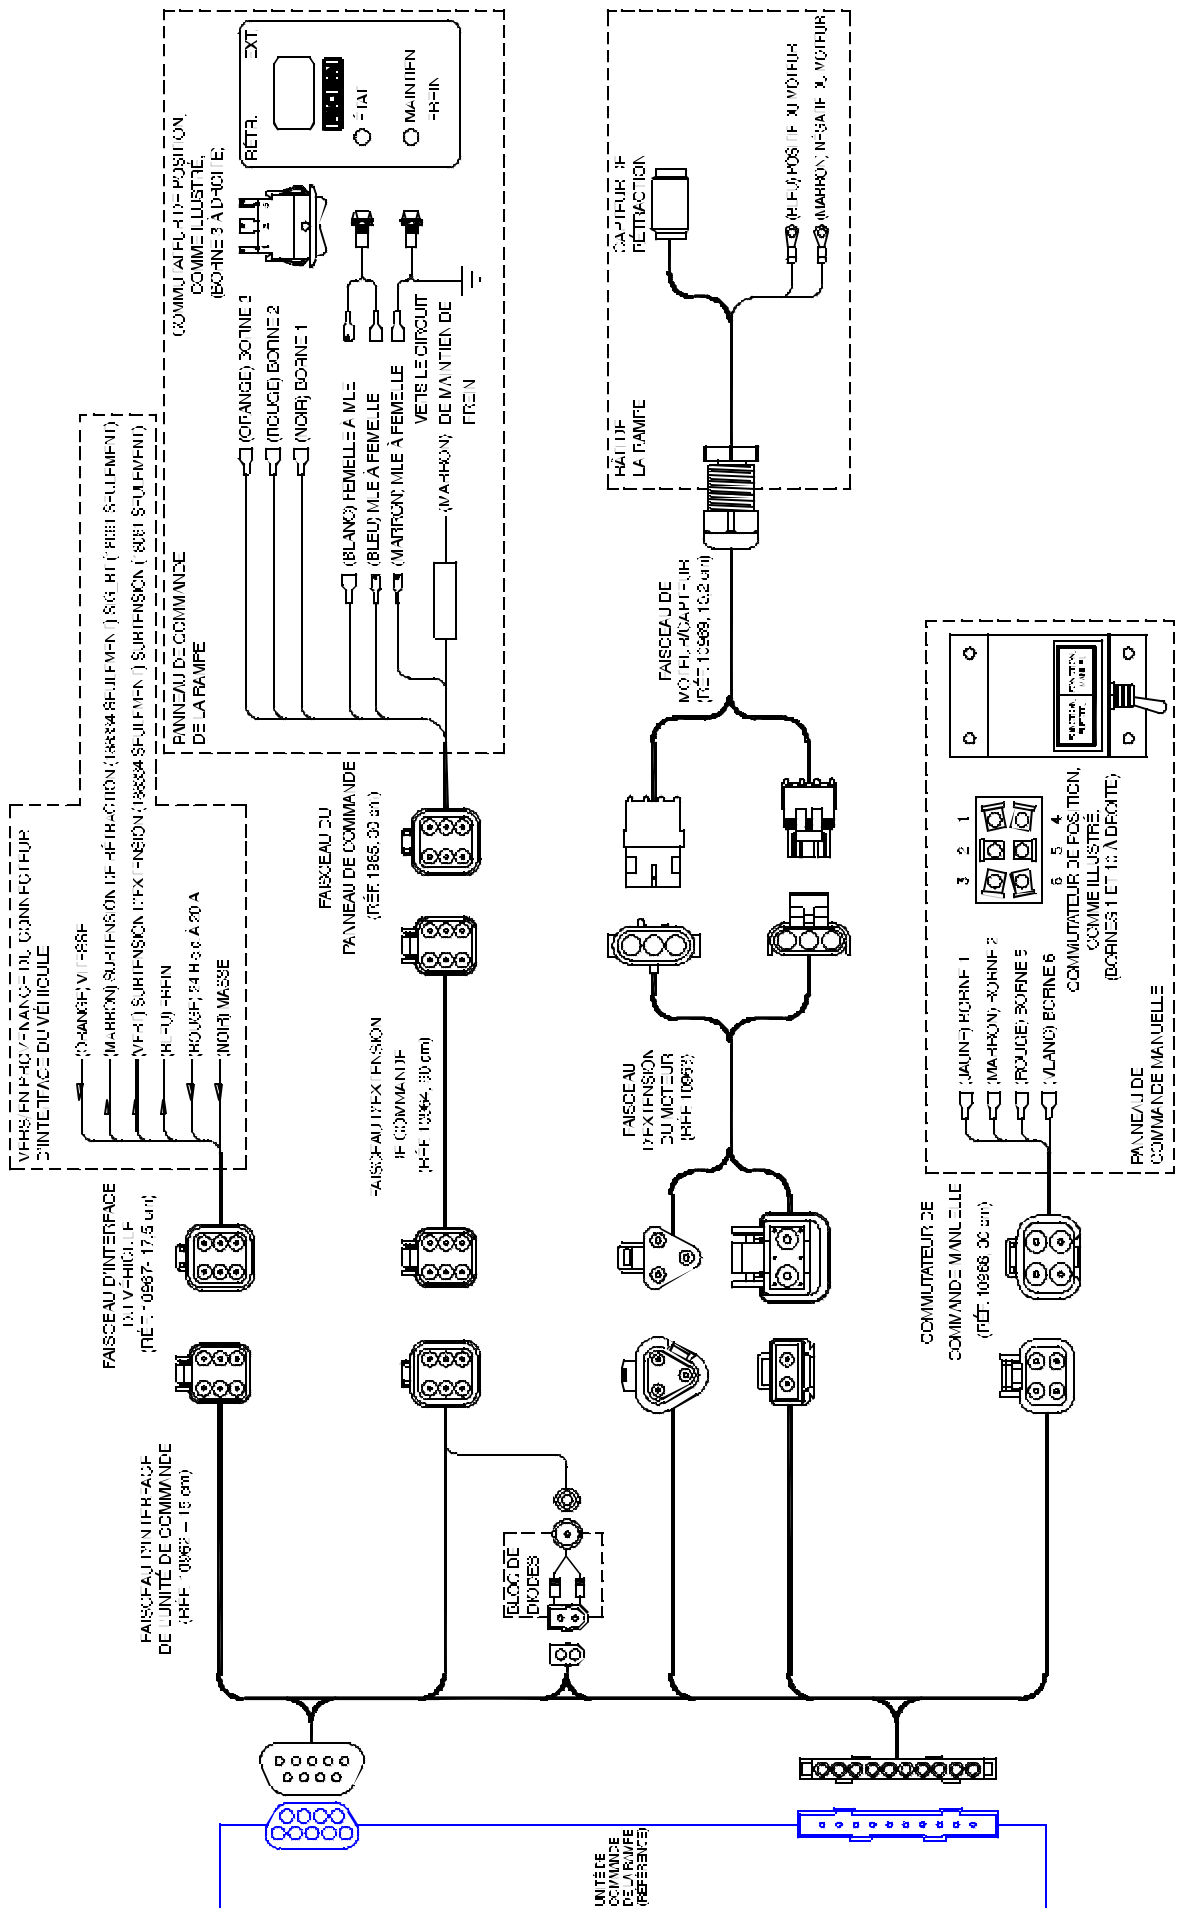

FIGURE 2-5: SCHEMA DE CONNEXIONS ÉLECTRIQUES
- b. Voir la **Figure 2-5**, page suivante. Brancher le câble d'interface sur l'unité de commande.